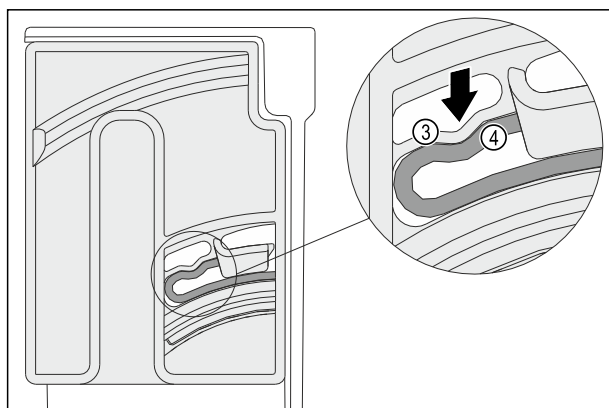

Fig. 101
- Pružný prvek Fig. 101 (3) otočné jednotky slyšitelně zaklapne do kulatého tvaru žebra Fig. 101 (4).